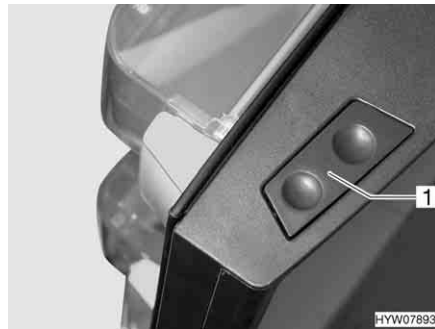

Fig. 180 Botón de desbloqueo de la puerta del frigorífico (Dometic de la serie 8)
- Pulsar el botón de desbloqueo (Fig. 180,1) y abrir la puerta del frigorífico.